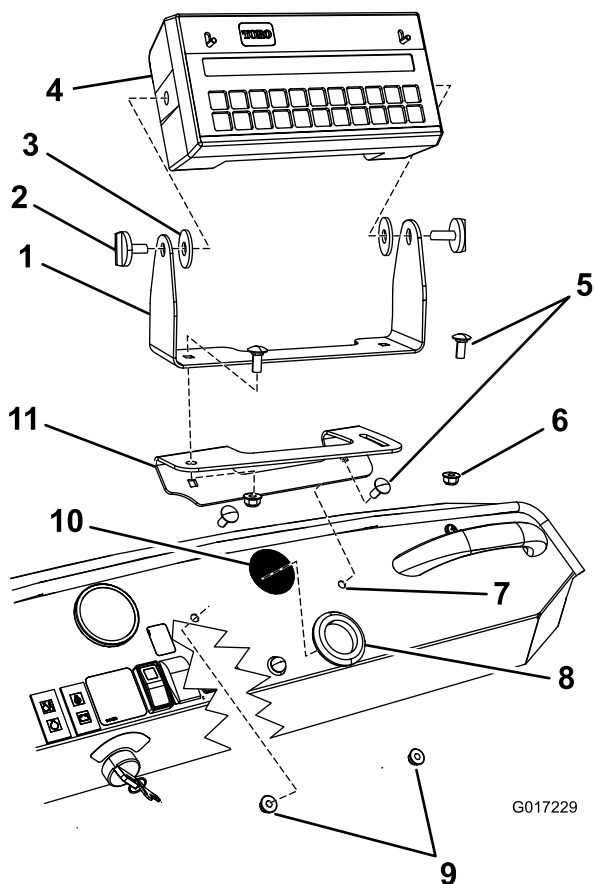

Figura 2
1. Localize o apoio da articulação com a ranhura curva nas peças soltas. Instale o apoio no painel de instrumentos e prenda-o com dois parafusos de carroçaria (5/16 x 3/4 polegada) e duas porcas de bloqueio (5/16 polegada) como se mostra em Figura 2.
7. Monte a consola do computador no apoio da articulação com dois manípulos (Figura 2).
8. Prenda o apoio da articulação no suporte montado com dois parafusos de carroçaria (5/16 x 3/4 polegada) e duas porcas de bloqueio (5/16 polegada) como se mostra em Figura 2.